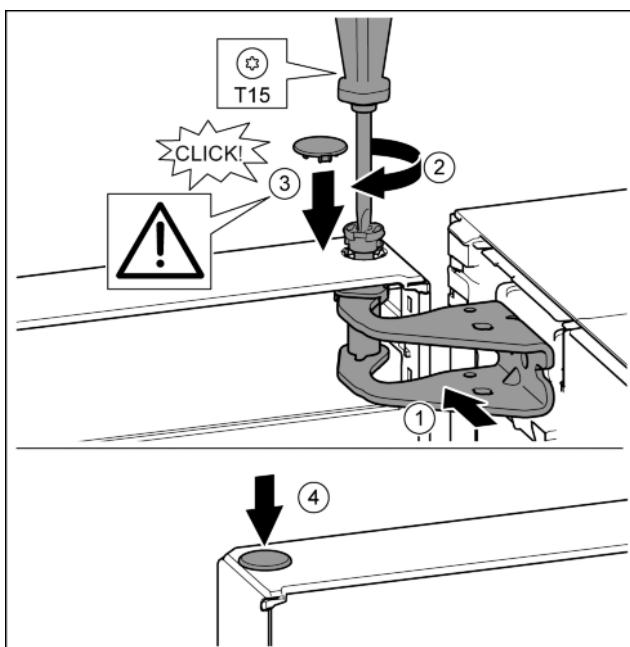

Fig. 19
- ▶ Poravnajte gornja vrata prema otvoru u podlošku ležaja. Fig. 19 (1)
- ▶ Umetnите svornjak i zavijte odvijačem T15. Fig. 19 (2)
- ▶ Montirajte sigurnosni pokrov radi osiguranja vrata: Umetnite sigurnosni pokrov i provjerite naliježe li na vrata. U protivnom u potpunosti umetnите svornjake. Fig. 19 (3)
- ▶ Umetnите čep. Fig. 19 (4)